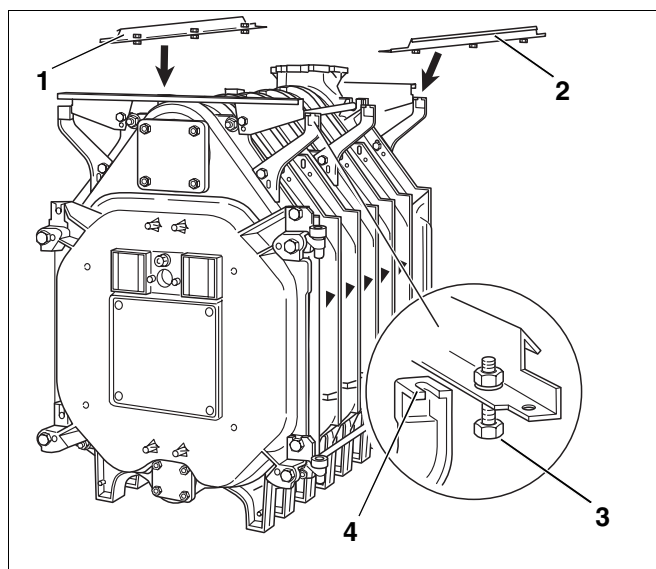

Fig. 37 Montering af længdeskinne
- Læg længdeskinne (Fig. 37, **pos. 1 og 2**) på de to konsoller på bagelementet og forelementet.
- Skub længdeskinne med de formonterede bolte (Fig. 37, **pos. 3**) ind i konsollernes udsparringer (Fig. 37, **pos. 4**), og skru konsollerne sammen med udsparringerne.